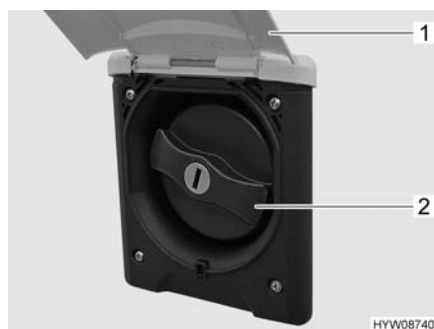

Fig. 113 Coperchio per bocchettone di riempimento dell'acqua potabile
- Sollevare lo sportello esterno (Fig. 113,1).
- Ruotare il coperchio blu (Fig. 113,2) di un quarto di giro.